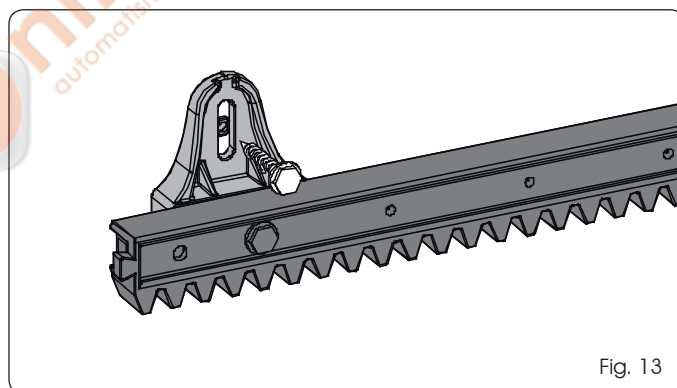

Fig. 13
5.4.3 CREMAILLERE A VISSER EN NYLON (Fig. 13)